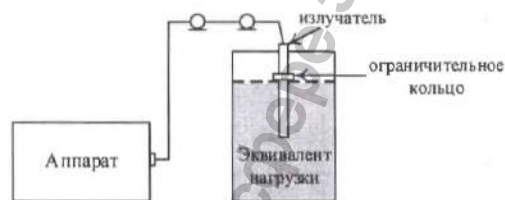

Рисунок 19. Схема подключения излучателя № 3
- опустить излучатель в ёмкость с водой (см. Рисунок 19) используемую в качестве эквивалента нагрузки, и зафиксировать его таким образом, чтобы вода доходила до ограничительного кольца;